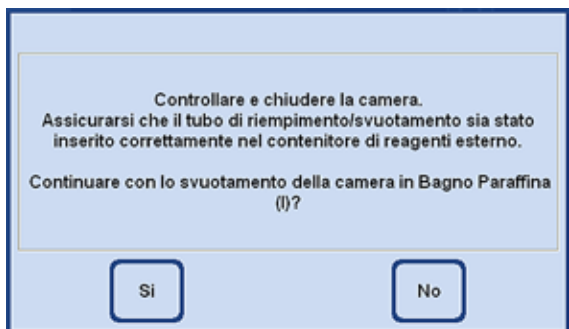

Fig. 184
- Per proseguire, è necessario confermare la domanda successiva (fig. 184).